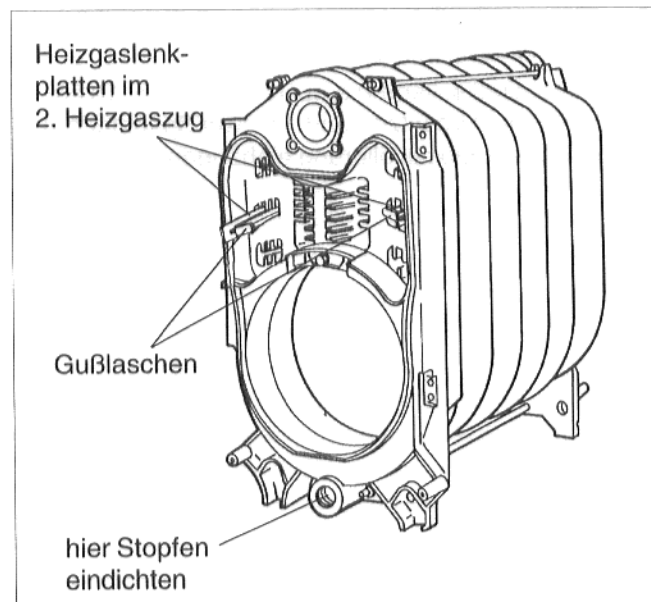

Abb. 15
- Stopfen vorne in die untere Kesselnahe eindichten (Abb. 15).
- Heizgaslenkplatten mit den Gußlaschen nach innen in den 2. Heizgaszug einschieben (Abb. 15).